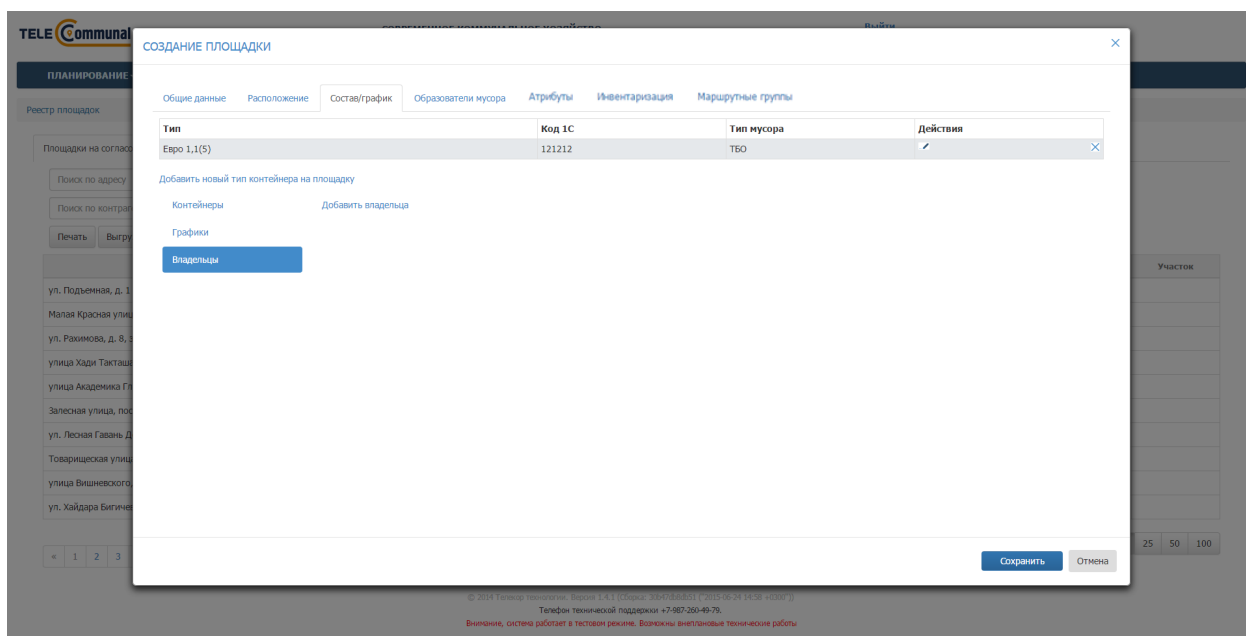
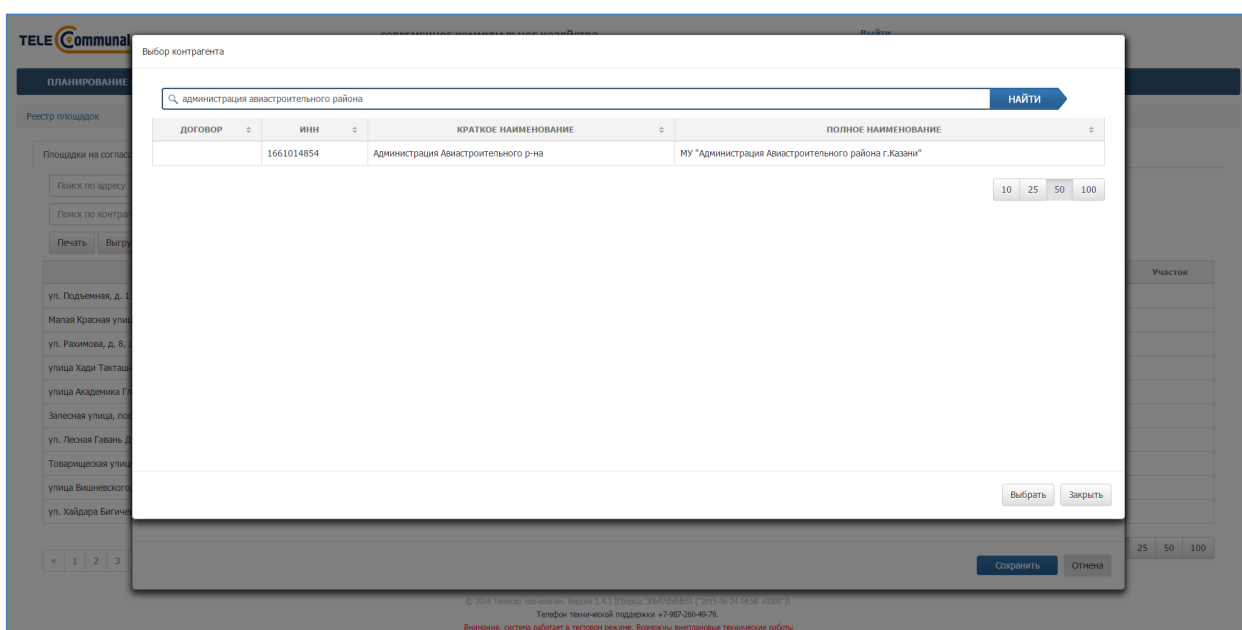
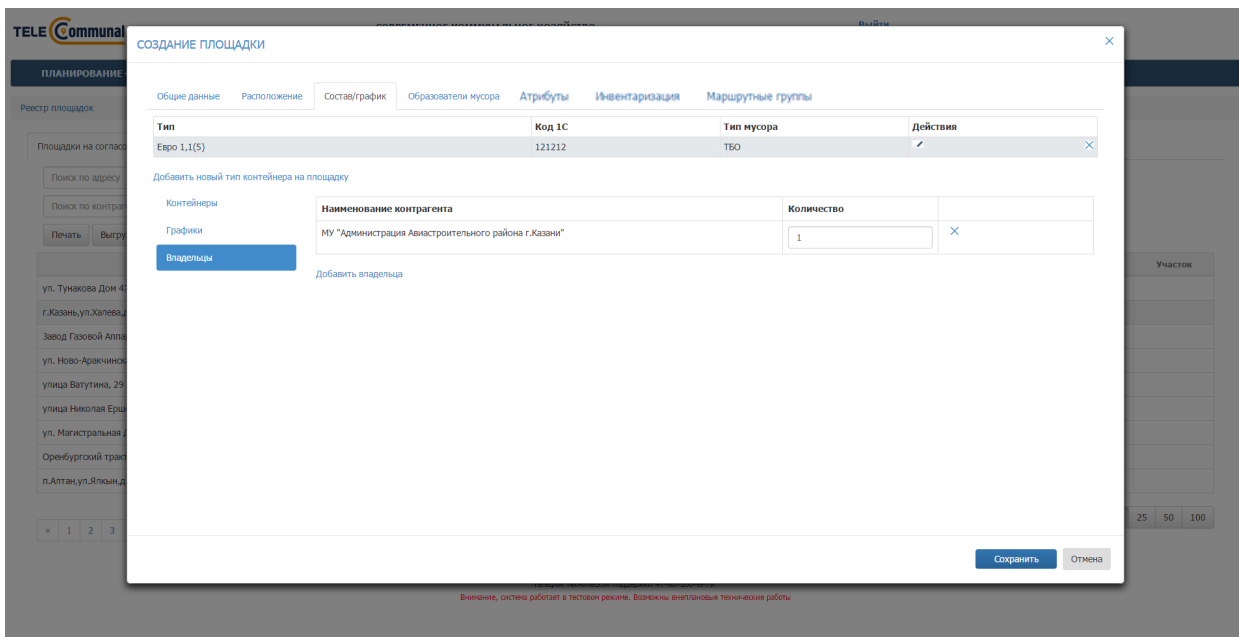

Рисунок 72. Добавление владельца площадки
Рисунок 73. Выбор владельца площадки
Рисунок 74. Редактирование количества контейнеров
**Владельцы:** для добавления владельца площадки необходимо нажать на ссылку «Добавить владельца» (Рисунок 72), в модальном окне выбрать владельца площадки и нажать на кнопку  (Рисунок 73). После этого отобразится таблица с названием владельца и полем для ввода количества контейнеров, которым владеет контрагент. Для удаления контрагента необходимо нажать на кнопку  (Рисунок 74).